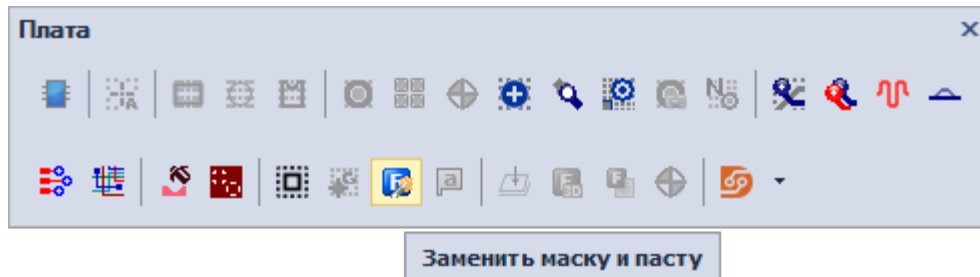

Рис. 488 Запуск механизма изменения маски и пасты
2. Нажать кнопку «Заменить маску и пасту», обозначенную значком  на панели инструментов «Плата», см. Рис. 488.